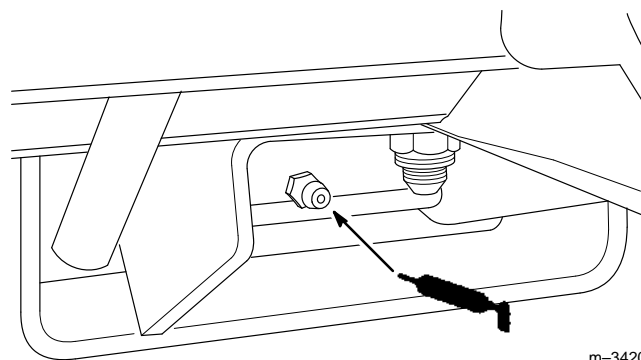

Figure 34
6. Lubrifier le graisseur de la pédale de frein (Fig. 34).